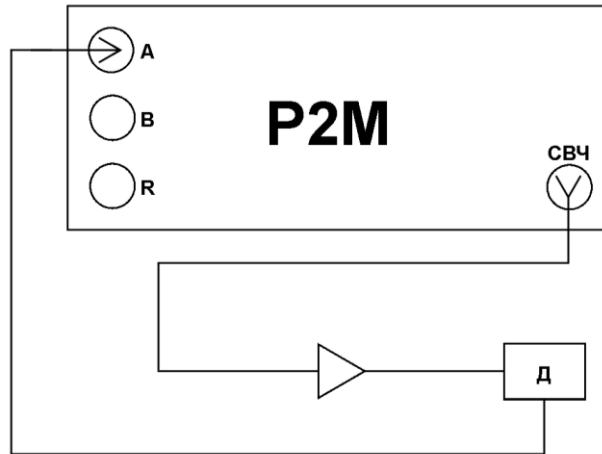

Рисунок 2. Общая схема измерения компрессии устройства.
В качестве примера проведем измерение компрессии сверхширокополосного маломощного усилителя СВЧ-сигнала LNA20/1 по схеме, приведенной на рис. 2.
- Подключить измеряемое устройство, как показано на рис. 2.